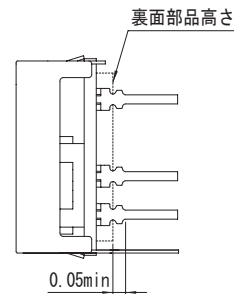

図11.1 ユーザ基板とのクリアランス (-C)
ユーザ基板とのクリアランス	0.05 mm min (図11.1参照)
■梱包形態 (トレイ) は図11.1を参照ください。